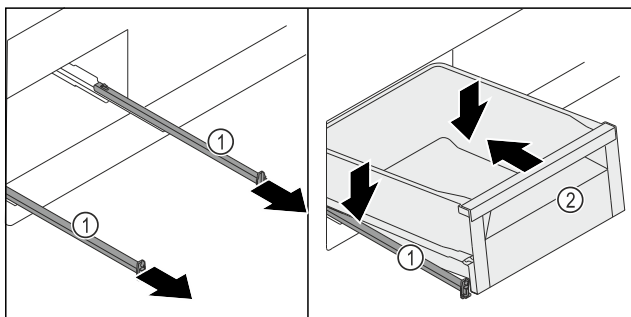

Fig. 119
- Izvucite vodilice Fig. 119 (1).
- Čvrsto držite vodilice Fig. 119 (1) i postavite ladicu Fig. 119 (2) ukoso sprijeda na vodilice Fig. 119 (1).
- Ladicu Fig. 119 (2) na vodilicama Fig. 119 (1) gurnite prema natrag do graničnika.